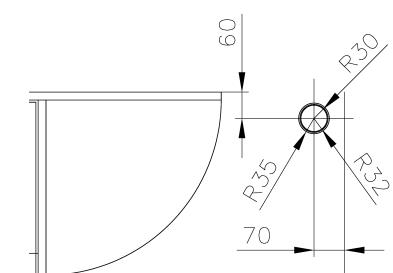
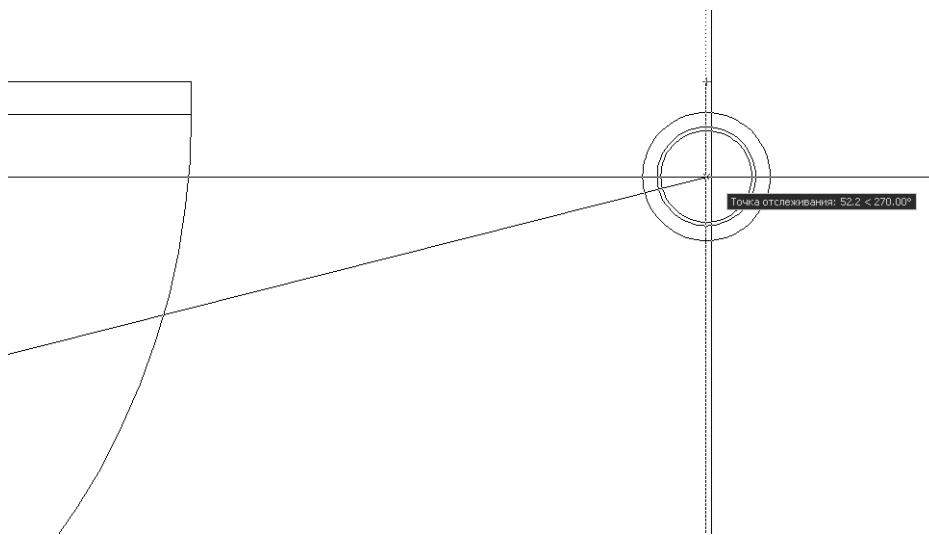
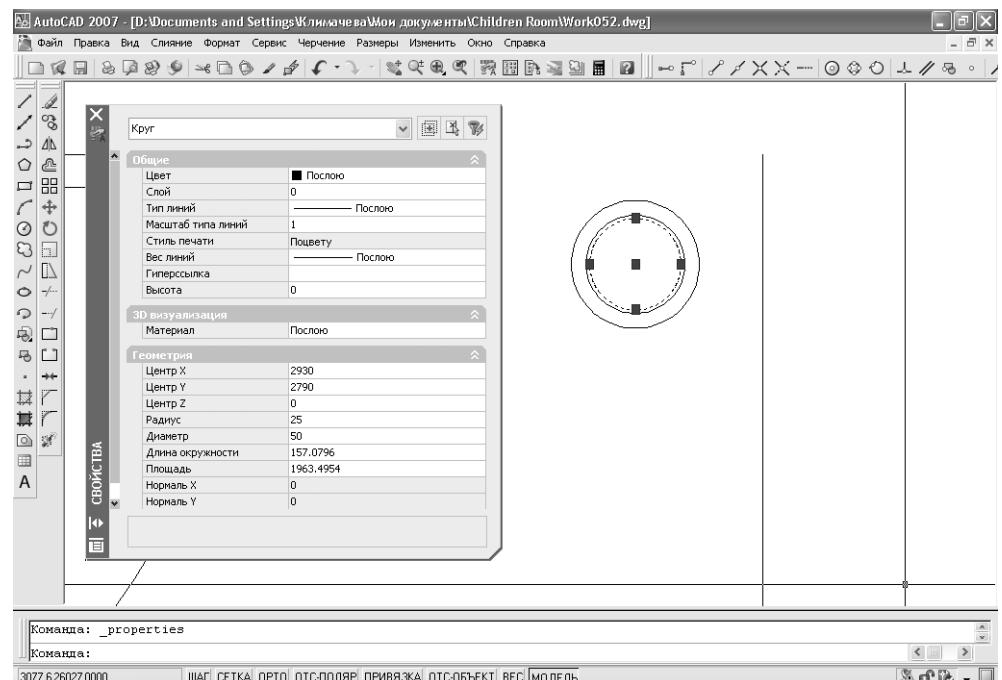

Рис. 5.36 ▼ Размеры боковой опоры и расположение ее на чертеже
Рис. 5.38 ▼ Верхняя точка вертикального отрезка используется в качестве базовой для режима **Точка отслеживания** (Temporary track point)
Рис. 5.40 Палитра **Свойства** (Properties) позволяет просмотреть и изменить свойства выделенного объекта
Нам осталось создать чертеж основной опоры (см. рис. 5.1), который на нашем чертеже должен находиться в правом верхнем углу рабочей зоны. Как видно из рис. 5.36, эта опора имеет диаметр трубы 60 мм и, соответственно, диаметр монтажного кольца 64 мм. Наружный же диаметр монтажного кольца равен наружному диаметру монтажного кольца декоративных опор большой и малой тумб, созданных нами на предыдущем этапе. Воспользуемся этим обстоятельством и просто скопируем три окружности в правый верхний угол чертежа рабочей зоны, а затем модифицируем свойства двух внутренних окружностей.
- В командном окне появится приглашение задать базовую точку. Это приглашение относится к режиму **Смещение** (Snap From). Однако поскольку при этом остается активным режим **Точка отслеживания** (Temporary track point), значение, которое вы введете, сначала будет использовано последним режимом для определения точки, расположенной на соответствующем расстоянии ниже базовой точки режима **Точка отслеживания** (Temporary track point). Добившись временного отслеживания объектной привязки, как показано на рис. 5.38, введите **60**. Тем самым вы с помощью режима **Точка отслеживания** (Temporary track point) укажите, что точка, которая будет использоваться в качестве базовой для режима **Смещение** (Snap From), должна находиться на 60 мм ниже базовой точки, выбранной для режима **Точка отслеживания** (Temporary track point) (см. рис. 5.36).
Нам осталось модифицировать две внутренние окружности, чтобы привести их диаметры в соответствие с рис. 5.36.
Свойства (Properties), которую можно перетащить за вертикальный заголовок в любое место экрана, как показано на рис. 5.40.
- Как видно из рис. 5.40, в верхней части палитры **Свойства** (Properties) имеется раскрывающийся список, в котором отображается тип выделенного объекта (в данном случае – **Круг** (Circle)). Найдите в разделе **Геометрия** (Geometry) палитры **Свойства** (Properties) элемент **Радиус** (Radius) и щелкните на его значении, а затем введите **30** (см. рис. 5.36) вместо текущего значения **25**.